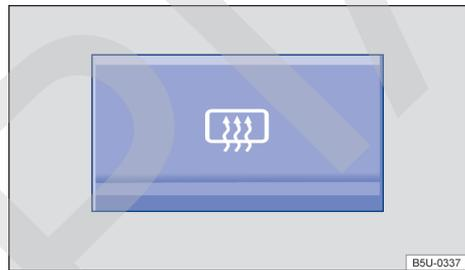

Fig. 130 En la consola central: tecla del desempañador de la luneta.
- Pulse la tecla → fig. 130 para activar el desempañador de la luneta.